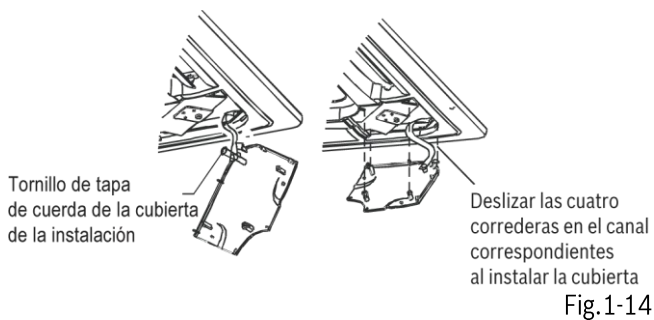

Fig.1-14
- Ajustar la cuerda de la cubierta de instalación en el perno de la cubierta de instalación. (véase fig. 1-14 izquierda)
- Colocar la cubierta de instalación cuidadosamente en el panel. (Véase fig.1-14 derecha)